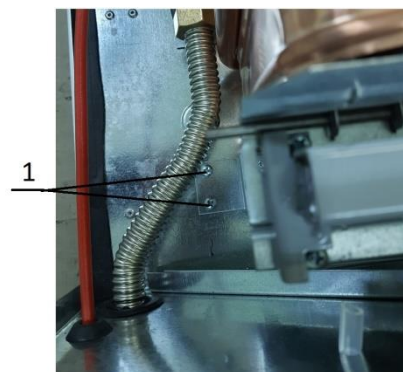

Рис. 18. Демонтаж горелки
- 5) ключом на 30 отвернуть две гайки 1 (см. Рис. 18) крепления труб к теплообменнику;
- 6) ключом на 30 отвернуть две гайки 2 (см. Рис. 18) крепления штуцеров теплообменника к кронштейнам задней стенки;